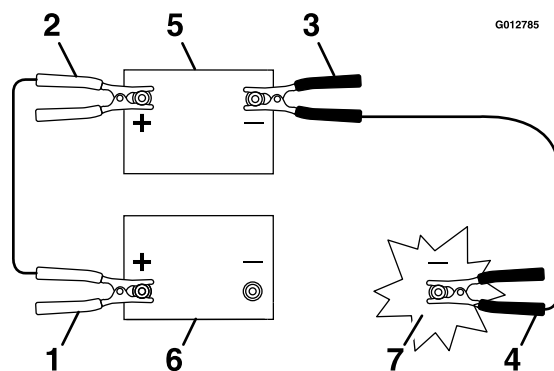

Figura 69
- Conecte el cable positivo (+) al borne positivo (+) de la batería descargada que está conectado al motor de arranque o al solenoide, según se indica en Figura 69.